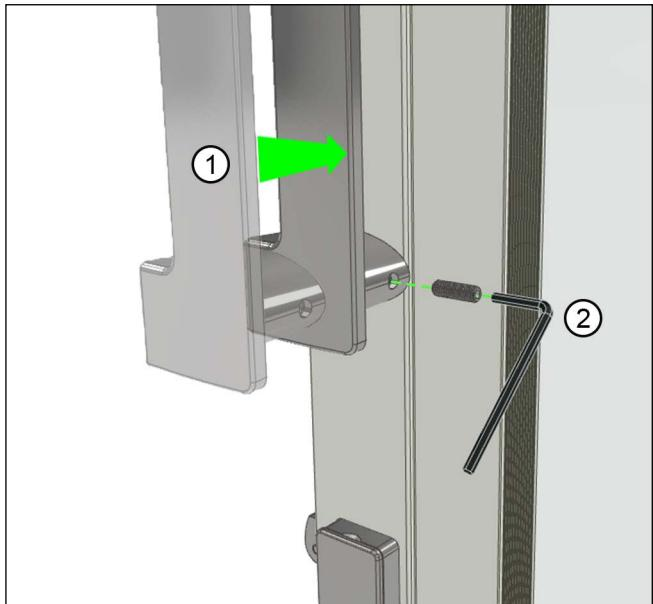

Figure 5
**5.** Place the interior handle over the fastened hex head screws. Tighten each of the grub set screws until the handle is firmly in place. See Figure 5. **Coloque la manilla interior sobre el tornillo con cabeza hexagonal. Apriete el tornillo de fijado hasta que la manilla quede firme en su lugar. Vea figura 5**